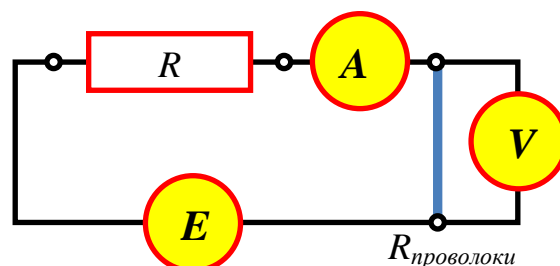

Рис. 12. Схема измерений сопротивления константановой проволоки.
Рассчитайте силу тока в цепи рис. 12, если сопротивление константанового провода $R_{пров} \ll R$ ($R = 470 \text{ Ом}$), а напряжение на блоке питания 30 В.
1. Соберите электрическую схему, в соответствие с рис. 12, константановый провод возьмите по указанию преподавателя. Дополнительное сопротивление $R = 470 \text{ Ом}$. Проверьте, что диапазон измерения амперметра